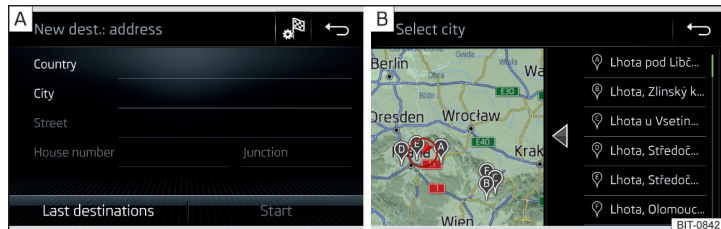

Abb. 211 Ziel über die Adresse eingeben: Hauptmenü / Liste der aufgesuchten Orte
- ▶ Die Zieladresse eingeben und anschließend bestätigen » Abb. 211 - A.
In Abhängigkeit von der Anzahl der aufgesuchten Orte kann automatisch eine Karte mit einer Liste der aufgesuchten Orte angezeigt werden » Abb. 211 - B.